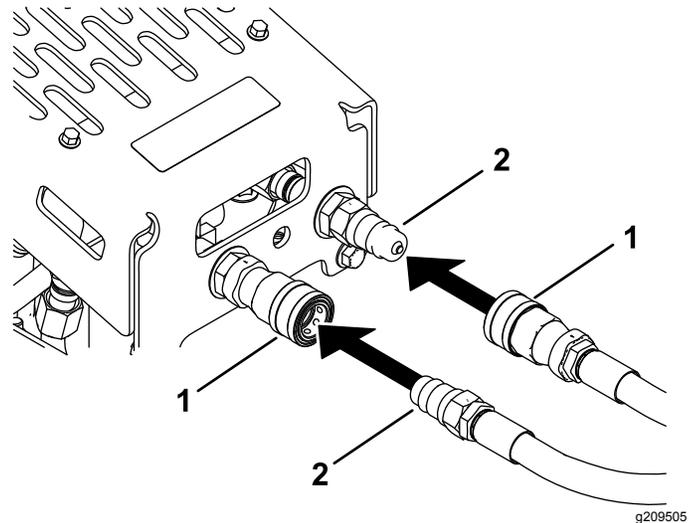

Figure 8
3. Branchez les flexibles de l'accessoire aux raccords rapides de l'ensemble grand débit (Figure 8).